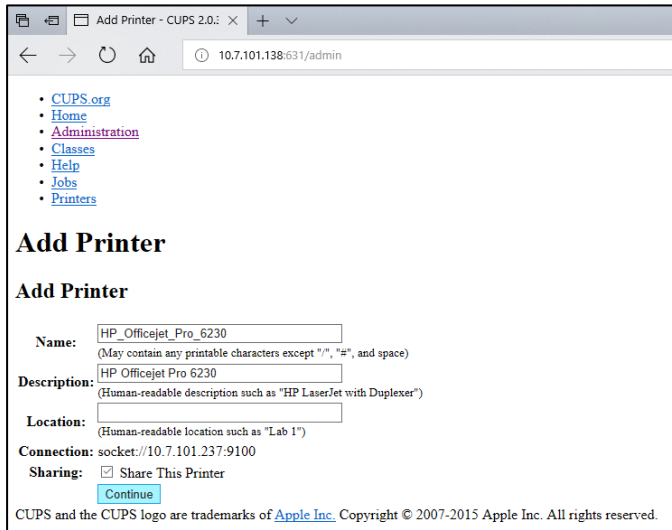

Figure 79. Écran Add printer (Ajouter une imprimante).
5. Sélectionnez Share this printer (Partager cette imprimante) et appuyez sur Continue (Continuer) (figure 79, en page suivante).